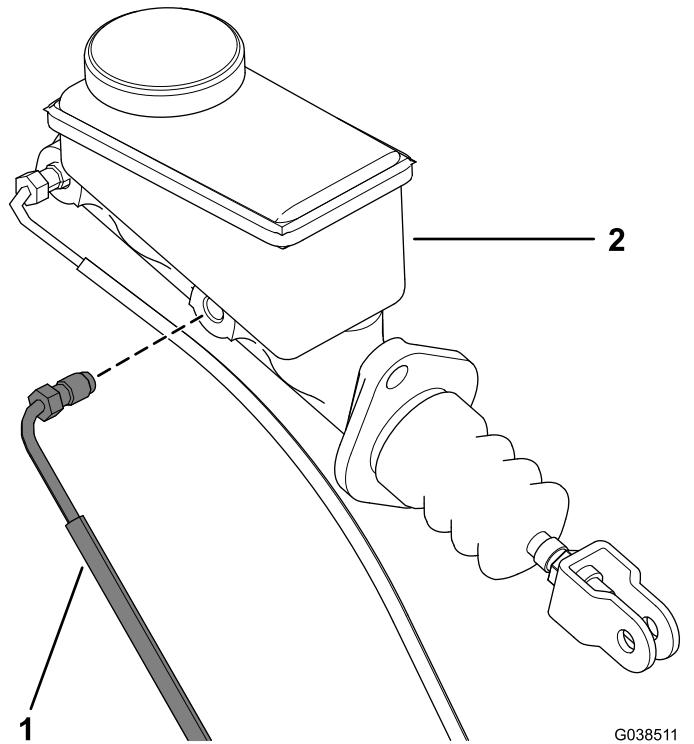

図5
5. マスター・シリンダから前ブレーキラインを取り外す図5。
- マスターシリンダに前ブレーキラインを取り付ける図5。